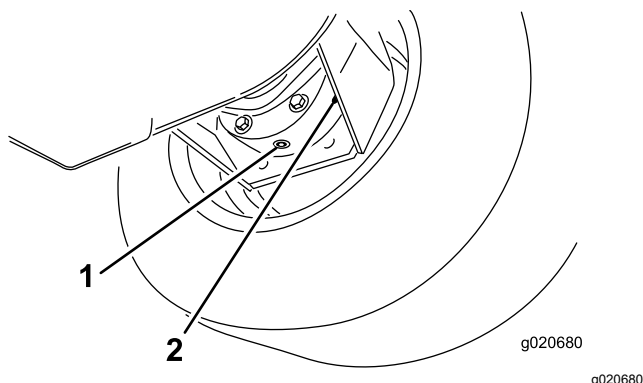

Figure 70
3. Placez un bac de vidange sous le carter de frein et enlevez le bouchon pour permettre à l'huile de s'écouler (Figure 70).